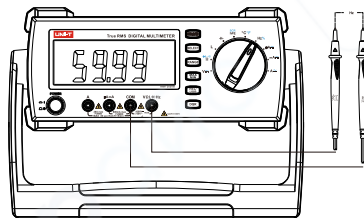

图 9
- 将旋钮选择开关置于档, 按下键切换成频率测量功能 (如图9)
- 将旋钮选择开关置于Hz%档, 按下 **SELECT** 键切换成占空比测量功能 (如图9)